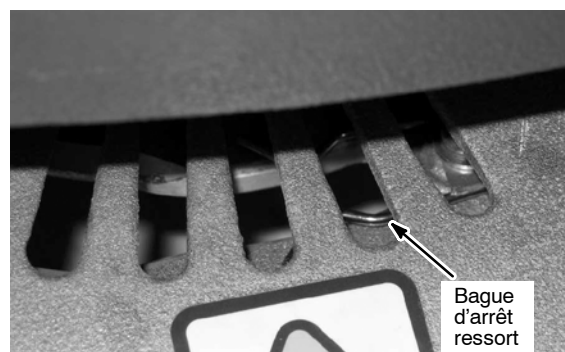

FIG. 8
4. Tournez le moyeu du moteur de brosse jusqu'à ce que la fente avec la bague d'arrêt ressort soit visible au travers de la fenêtre de la tête de brossage (Figure 8).